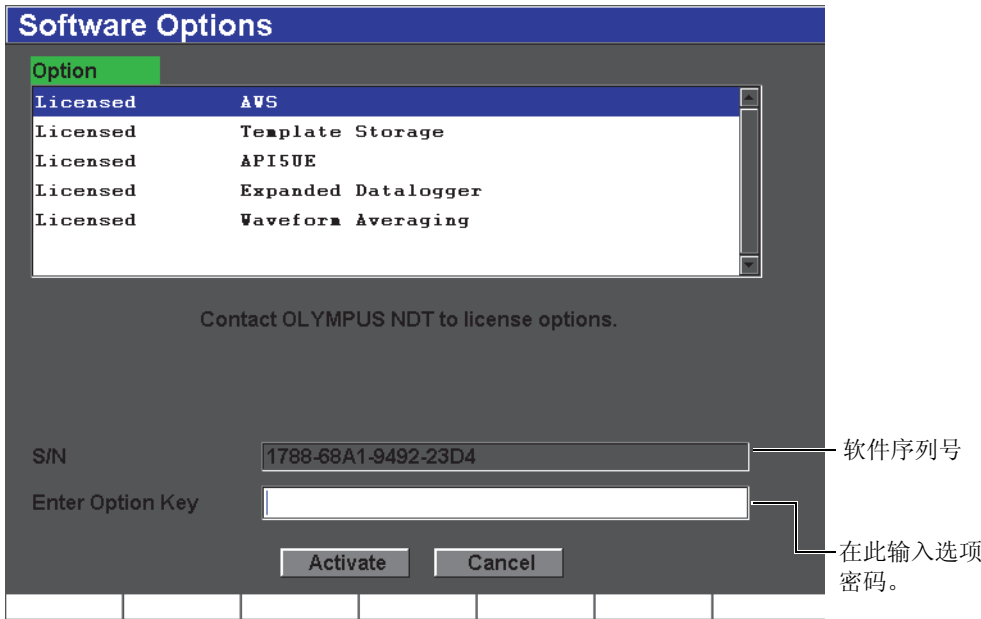

图 12-1 选项编码输入对话框
1. 选择 **Inst Setup**（仪器设置） > **Software Options**（软件选项），打开 **Software Options**（软件选项）设置页，如第 222 页的图 12-1 所示。
6. 使用虚拟键盘，在 **Enter Option Key**（输入选项编码）栏区输入激活编码（参见第 222 页的图 12-1）。